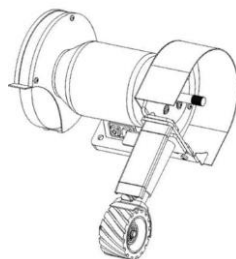

fig. 4
5. Une fois terminé, l'apparence ressemblera à la fig. 4.